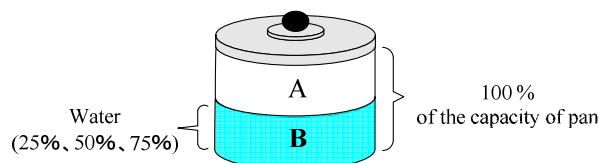

図1 鍋側面の測定点
- (1) 鍋に水を入れて蓋をする。
- (2) HIOKI社製メモリハイログガー“8430”にK型熱電対を接続して水の初期温度を測定する。
- (3) 加熱コイルの中心に鍋を置き、火力を最大(1400W)に設定して鍋を加熱する。
- (4) 水温が90°Cになるまでの加熱時間を測定すると同時に図1に示す鍋側面のAとBの温度を日本アビオニクス社製サーモグラフ“TVS-2000Mk II”を使用して観測する。
- (1) 12～16cm φの鍋は、水量を増大させると鍋側面の温度差(図1中のA-B間)が少なくなり加熱効率が向上する。
- (2) 18cm φと20cm φの鍋は、鍋容量の25%と50%の水量の場合、鍋側面の温度差(図1中のA-B間)が少なくなり加熱効率が向上する。